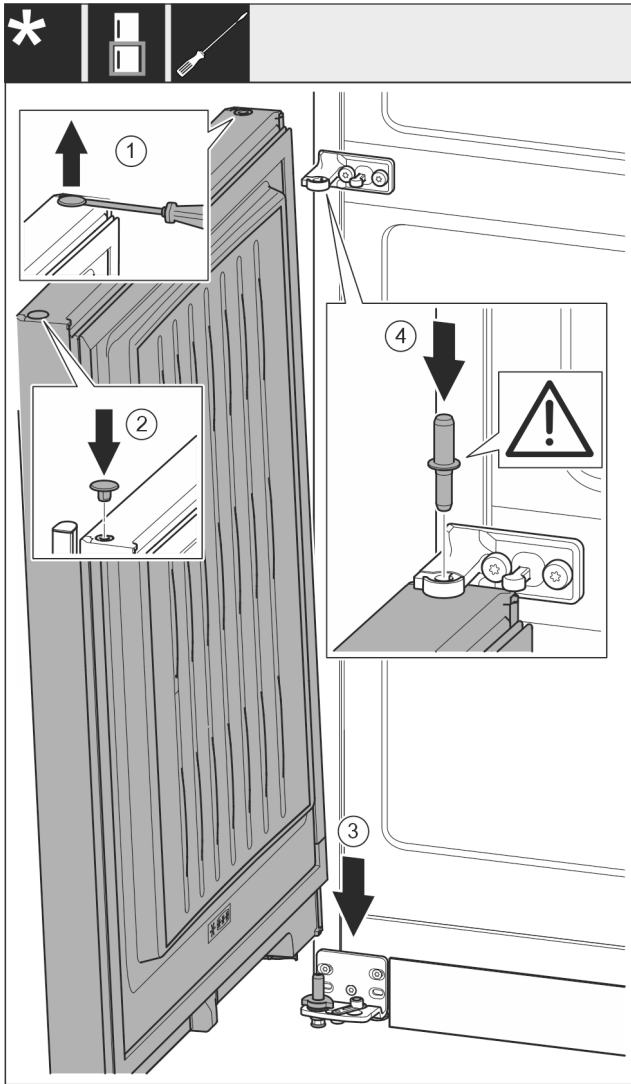

Fig. 18
- ▶ Kohota nastoja varovasti uraruuvimeisselillä ja vedä ne ulos. Fig. 18 (1)
- ▶ Aseta nastat paikoilleen oven toiselle puolelle. Fig. 18 (2)
- ▶ Aseta ovi ylhäältä käsin alemman laakeripultin varaan. Fig. 18 (3)
- ▶ Työnnä keskimmäinen laakeripultti keskimmäisen laakeripukin läpi alempaan oveen. Varmista, että lukitusnokka osoittaa taaksepäin. Fig. 18 (4)